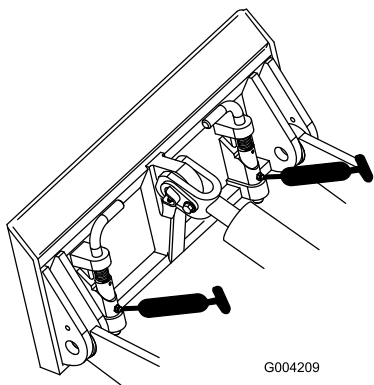

Figure 21
- Raccordez une pompe à graisse à chaque graisseur (Figure 20 et Figure 21).